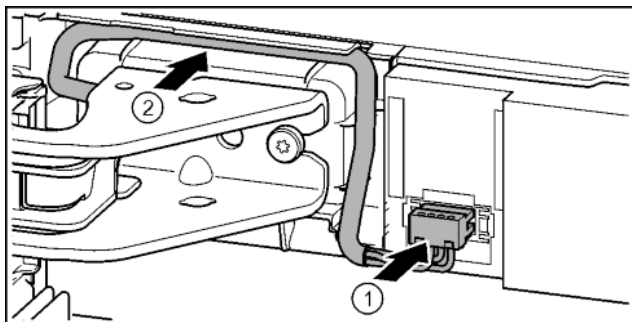

Fig. 37
- Wcisnąć wtyczkę nad górną płytką zawiasu i ostrożnie ułożyć w kanale skrętkę kablową. *Fig. 37 (1)*
- Szary kabel ostrożnie ułożyć w prowadnicy nad górną płytką zawiasu. *Fig. 37 (2)*